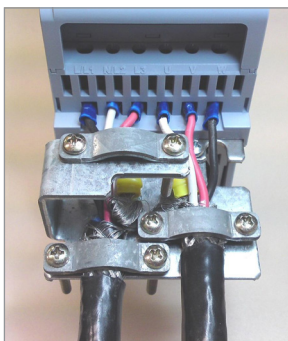

Figure 3.3: Mostra un esempio dettagliato del collegamento della tensione di alimentazione e della schermatura del cavo motore all'accessorio CFW500-KPCSA
- L'accessorio "kit alimentazione e controllo schermatura cavo del CFW500-KPCSx" può essere montato nella parte inferiore dell'armadio. La Figure 3.3 a pagina 3-10 mostra un esempio dettagliato del collegamento della tensione di alimentazione e la schermatura del cavo motore all'accessorio CFW500-KPCSA. Inoltre, questo accessorio consente di collegare lo schermo del cavo di comando.